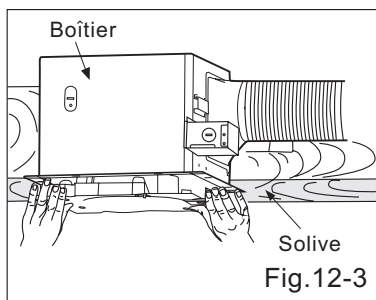

Fig.12-3
- Insérez le souffleur dans le boîtier du ventilateur. (voir Fig.12-3)